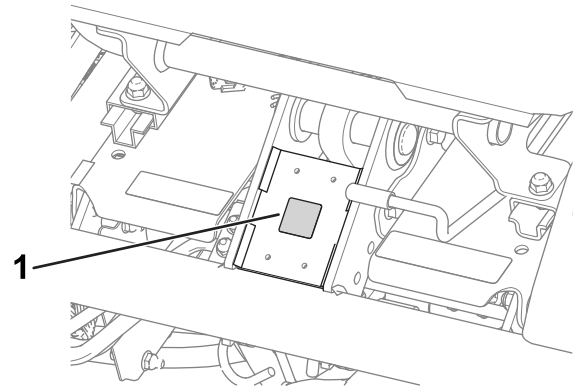

Figura 12
- Applicate l'adesivo di marcatura CE sul telaio sotto la parte anteriore del sedile (Figura 12).